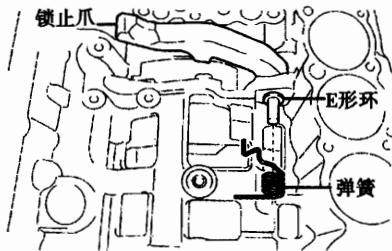
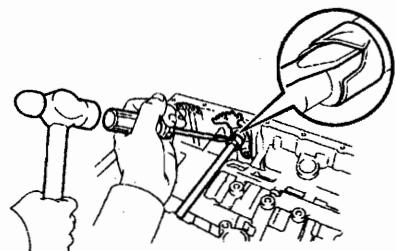

图 12-1-9
图 12-1-10
(24) 如图 12-1-9 所示, 从前侧拔出停车锁止爪轴, 然后拆下锁止爪和弹簧, 从轴上拆下 E 形环。
(25) 拆下手动阀杠杆分总成。
①如图 12-1-10 所示, 用锤和螺丝刀脱开隔套, 并将其从轴上拆下。